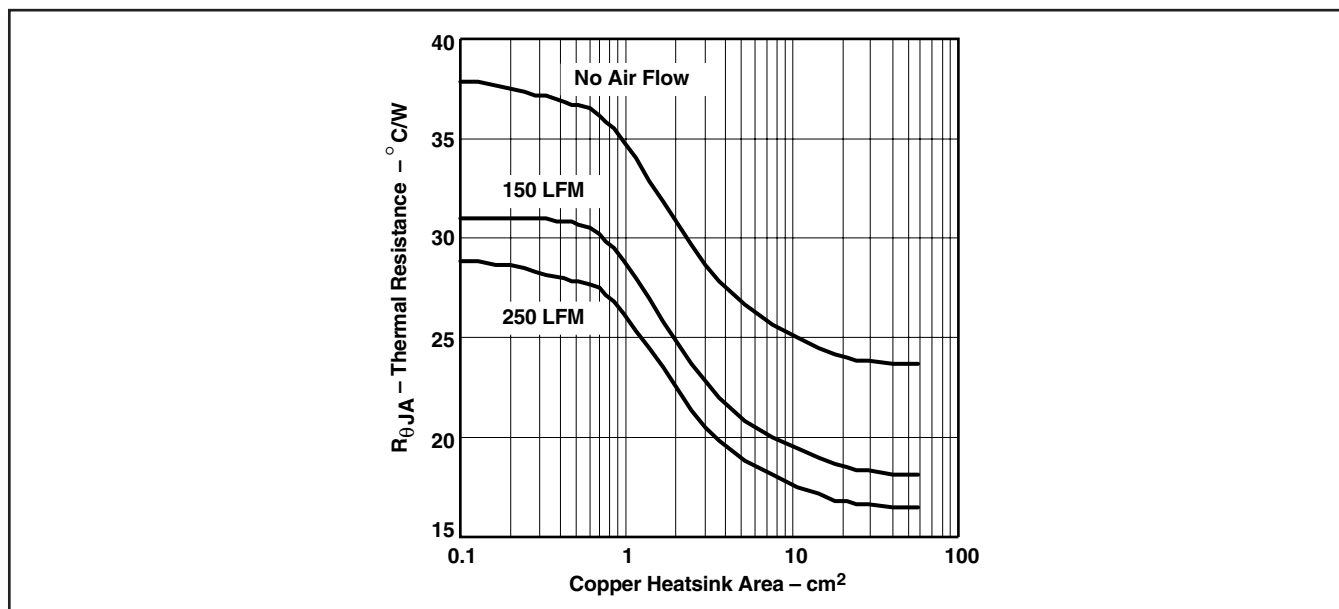
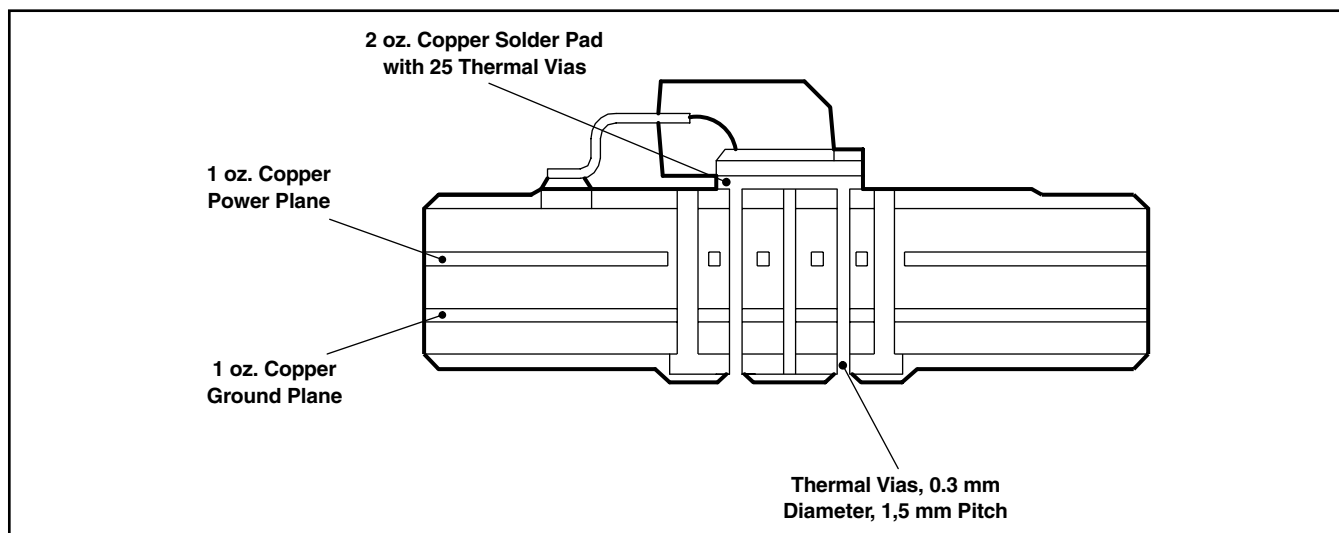

図 21. DDPACKの熱抵抗対銅ヒートシンク面積
図 22. DDPACKの熱抵抗
式 (5) と、図21および図24に示すコンピュータ・モデルにより生成された曲線を使用すれば、特定の周囲温度、消費電力、および動作環境に対して、必要なヒートシンクの熱抵抗と基板面積を容易に求める事ができます。
図21「DDPAKの熱抵抗対銅ヒートシンク面積」から、デバイスが2.5Wを消費するためには1cm2のグラウンド・プレーンが必要です。図21を得るためにコンピュータ・モデルで使用した動作環境は、標準JEDEC High-K (2S2P) 基板で、1オンスの内部銅プレーンおよびグラウンド・プレーンから構成されています。パッケージは、2オンスの銅パッドに半田付けされます。このパッドは、サーマル・ビアを通して1オンスのグラウンド・プレーンに接続されます。図22に、コンピュータ・モデルで使用した動作環境の側面図を示します。